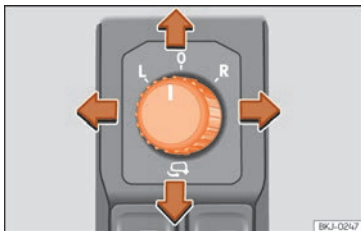

Abb. 149 Drehschalter für die Außenspiegel.
1. Drehen Sie den Drehschalter »» » Abb. 149 in Stellung **L (linker Außenspiegel)**.
- Zum Anklappen der Außenspiegel drehen Sie den Drehschalter »» » Abb. 149 in Stellung . Sie sollten die Außenspiegel immer anklappen, wenn Sie eine automatische Waschanlage durchfahren, um Beschädigungen zu vermeiden.